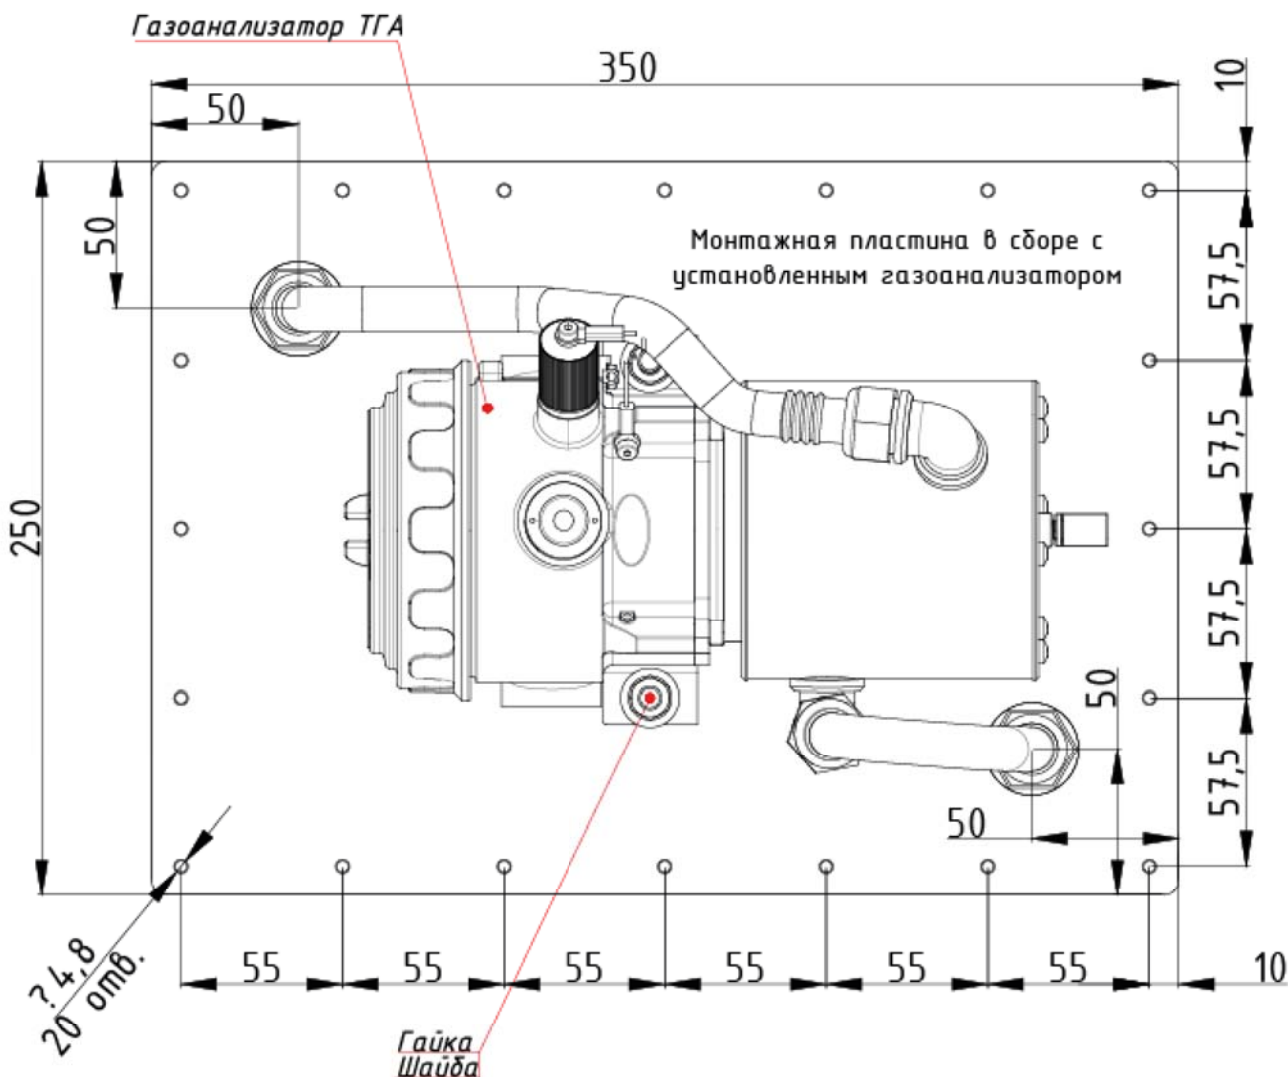
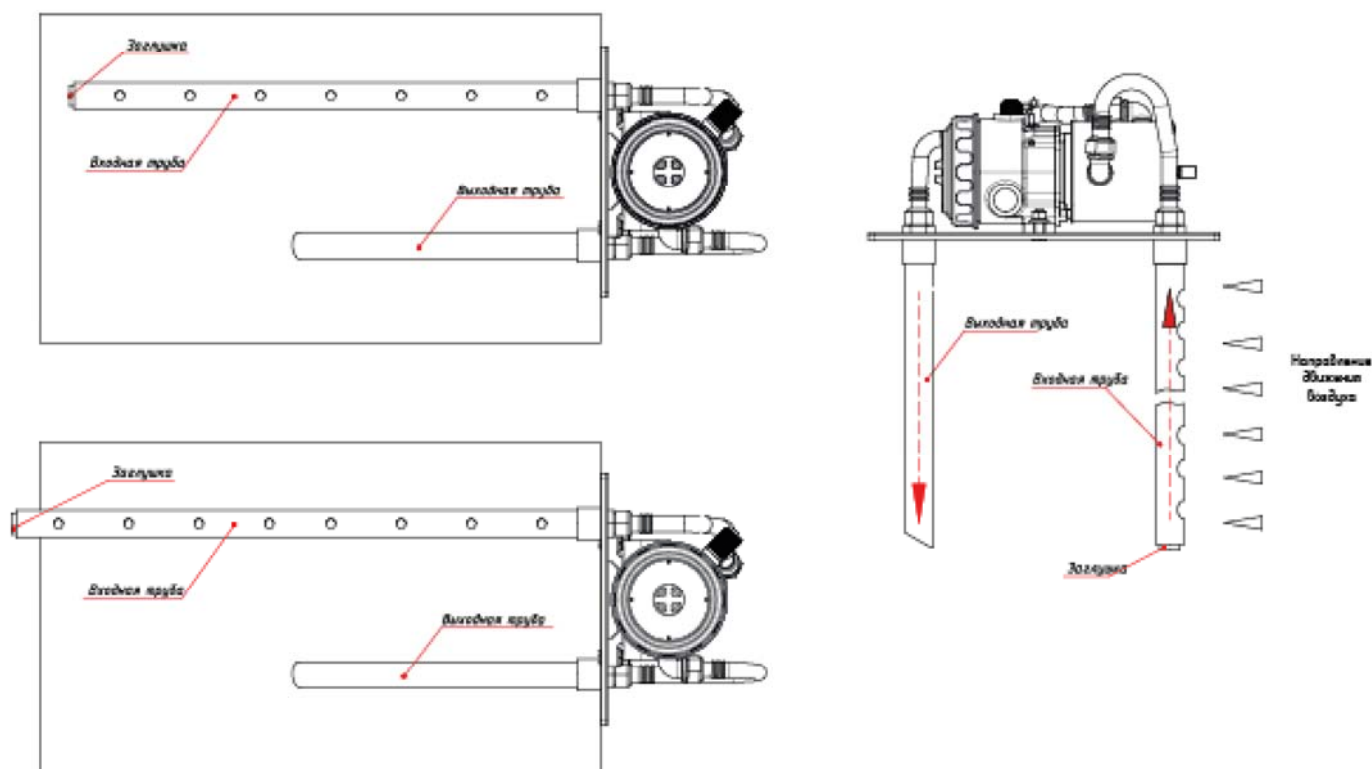

Рисунок 2 – Габаритные и установочные размеры
Рисунок 3 – Варианты установки
*Рекомендуется выбирать такую длину входной трубки, чтобы она полностью перекрывала ширину воздуховода (см. рисунок 3). Входная трубка поставляется длиной 0,3; 0,9; 1,8 или 3 м  $\pm 5\%$ . Длина должна указываться при заказе монтажного набора. Входная трубка обрезается на нужную длину при установке.*
- б. Отметьте и просверлите соответствующие отверстия на стенке воздуховода (см. рис. 2).
- в. Прикрутите выходную трубку к монтажной пластине, следите, чтобы срезанный конец трубки после выполнения монтажа был направлен по потоку воздуха (см. рис. 3)
Размеры – см. рис. 2 и рис. 3;